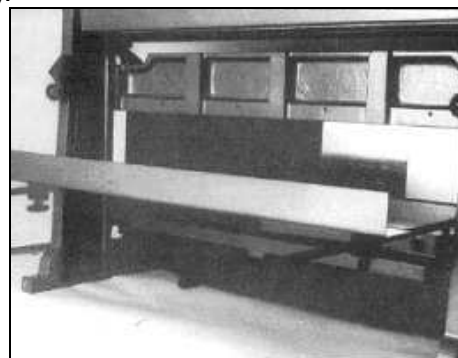
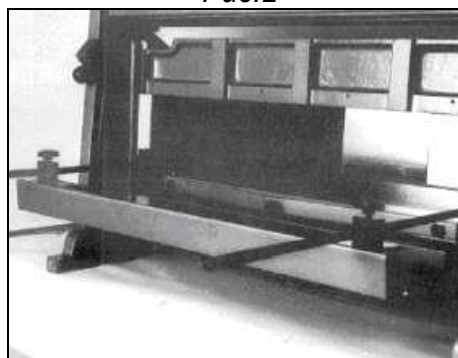

Рис. 2
Рис. 3
11. Блок задней шкалы устанавливается либо в положение для резки (железный уголок смотрит вверх – Рис. 2) или в положение для гибки (железный уголок смотрит вниз – Рис. 3).